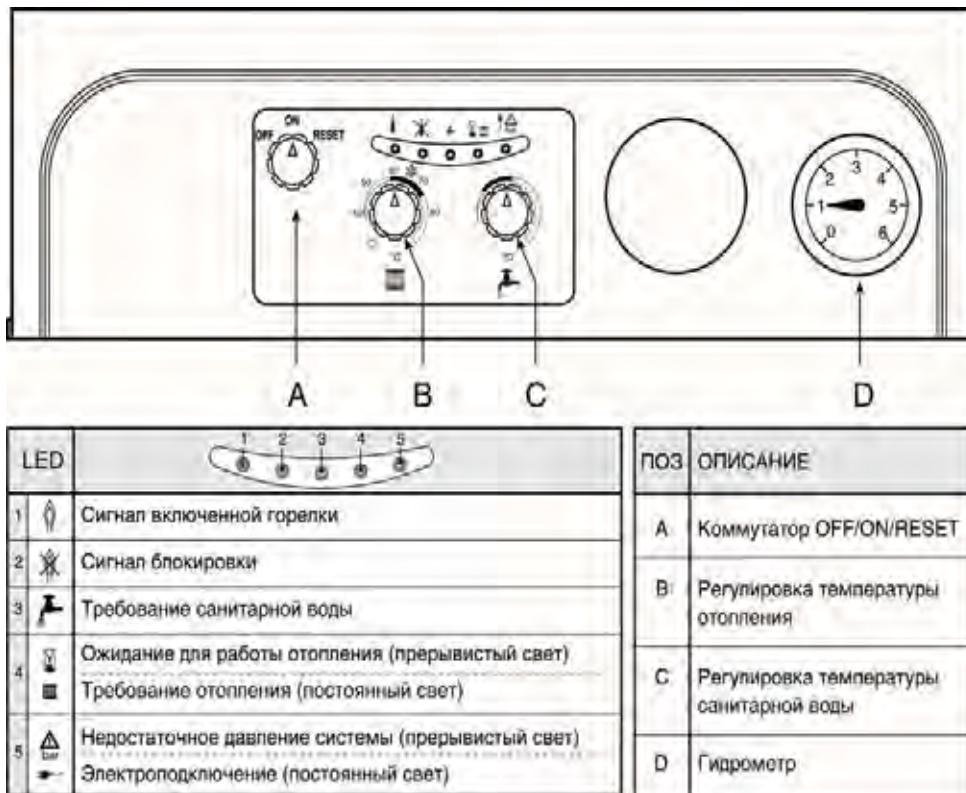

Рис. 12
#### “ЗИМА” () (рис. 12)
#### “ЛЕТО” () (рис. 12)
Повернуть коммутатор (рис. 12 - дет. А), на позицию ON.
После этого необходимо выбрать режим работы котла: отопление и ГВС или только ГВС. Если выбран первый режим работы: отопление + ГВС, установить ручку В (рис. 12) на позицию ЗИМА в соответствующее значение выше 50°C и терmostат помещения на необходимое значение. После этого горелка загорится, и котел будет работать в автоматическом режиме, контроль выполняется регулировочными и предохранительными приборами.
Если же выбран второй режим работы: только ГВС, установить ручку В (рис. 12) на позицию ЛЕТО. С этого момента котел готов к автоматической работе.
**Nota** - Если же после выполненных операций включения горелка не включается, а лампа блокировки зажигается, необходимо подождать 15 секунд и с силой повернуть ручку А (рис. 12) на позиции **RESET** и отпустить. Восстановленный блок повторит цикл зажигания. Если же после второй попытки горелки не включаются следует обратиться к параграфу "Возможные неисправности".
Регулировка температуры воды отопления выполняется путем поворота специальной ручки (рис. 12 - дет. 2). При повороте ручки по часовой стрелке температура воды отопления увеличивается, против часовой стрелки - уменьшается. Температура может быть варьироваться от минимального 35° до максимального 85°.